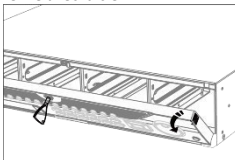

Figure 2-8 Ouvrez le panneau frontal
Step 2 Utilisez une clé pour déverrouiller le panneau frontal et appuyez sur les boutons des deux côtés pour ouvrir le panneau frontal. Reportez-vous à Figure 2-8.